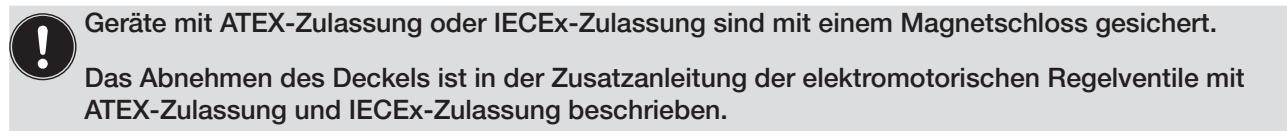

Bild 40: Betriebszustand HAND einstellen
- DIP-Schalter 4 auf ON stellen. Das Gerät befindet sich nun im Betriebszustand HAND (siehe „Bild 40“).